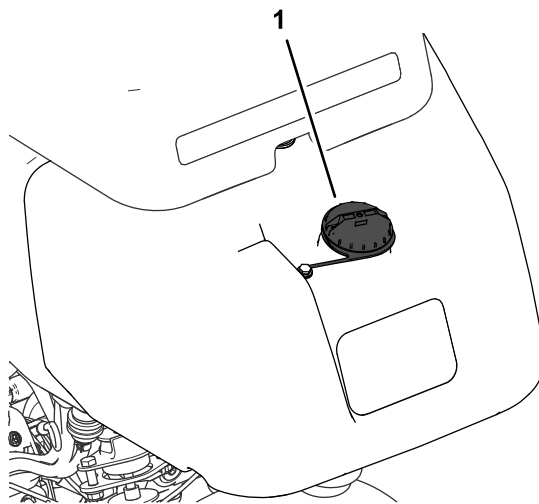

Figura 23
1. Limpe a zona em redor da tampa do depósito de combustível e retire-a (Figura 23).